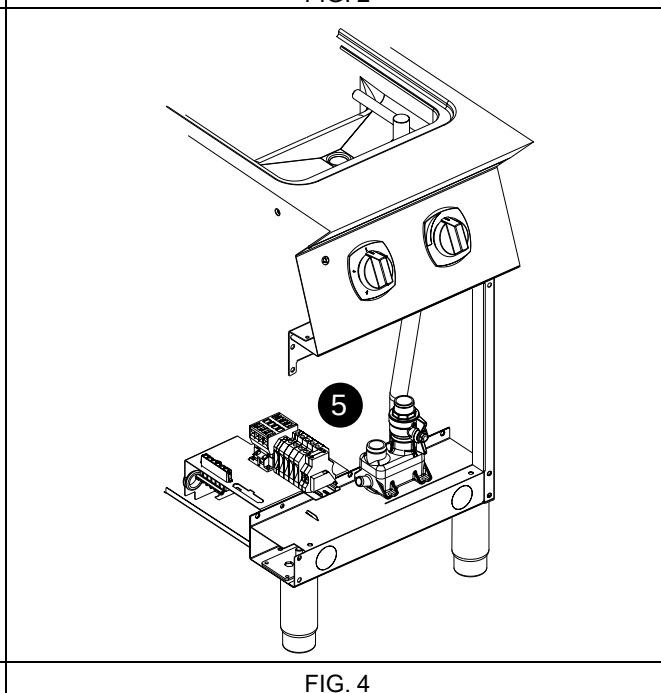

FIG. 4
- Conecte el manómetro "O" (consulte FIG. 4).
5. Conecte el cable de alimentación al bloque de terminales como se indica en el diagrama de cableado suministrado con el aparato (consulte el detalle 5 —FIG. 4).